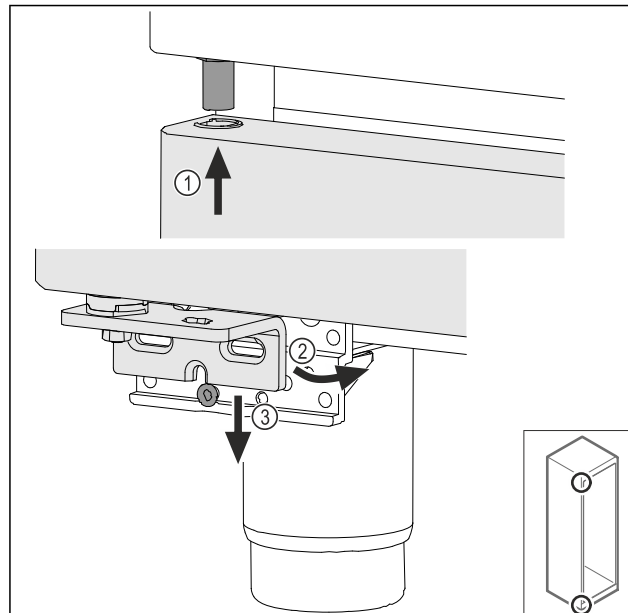

Fig. 70
- ▶ Deur iets gekanteld aan de bovenzijde terugplaatsen Fig. 70 (1), deur recht uitlijnen Fig. 70 (2) en aan de onderzijde op de lagerbokschroef Fig. 70 (3) plaatsen.